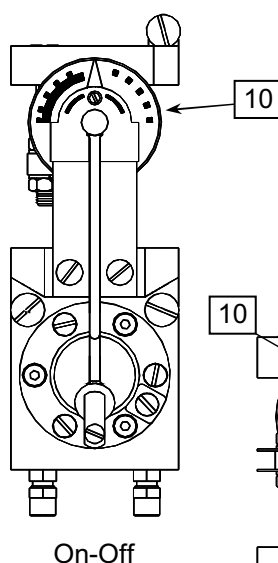

Fig. 11.2
3.2. REGOLATORE PROPORZIONALE (P) (Fig. 11.2)